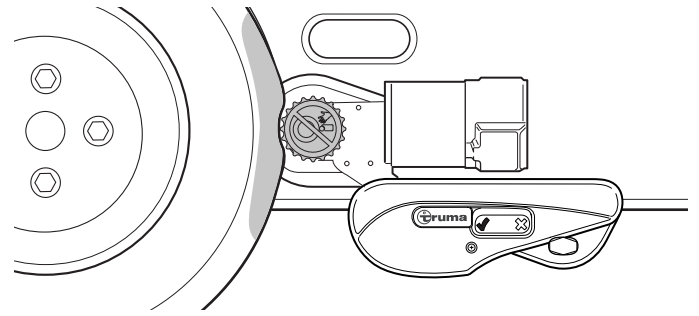

Fig. 16
- Les rouleaux d'entraînement sont enfoncés d'environ 20 mm dans les pneus des deux côtés (Fig. 16).